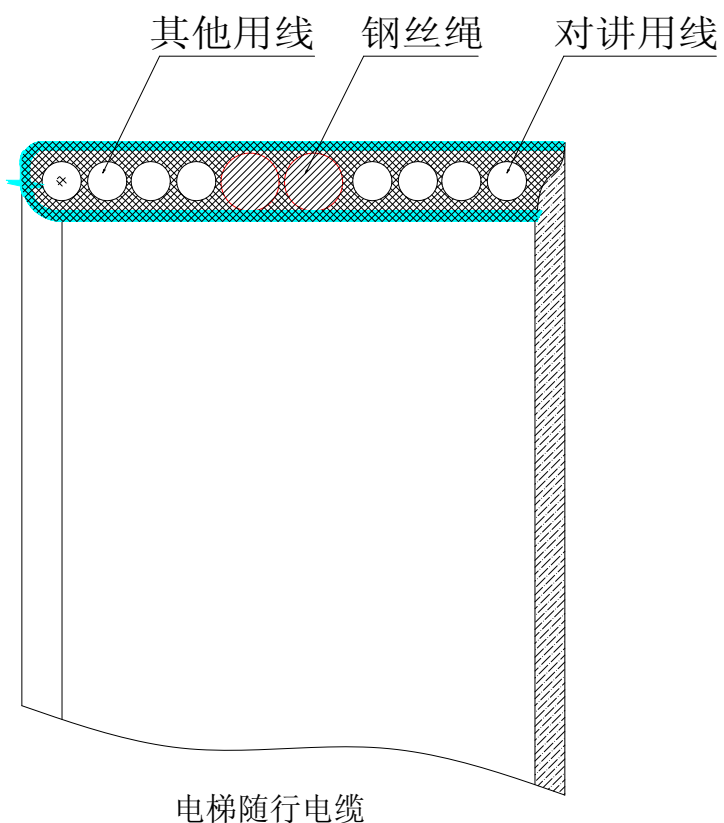

图 6
- b. 当随行电缆含有加强钢丝时，应选择远离钢丝的几根线缆。如图 6